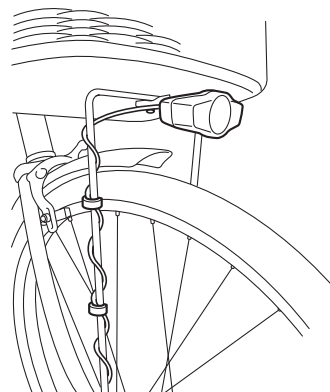

図5
- ①ランプヘッドのハーネスをバスケットステーに巻きつけるか沿わせて、コードクリップでハーネスを固定します。(図5)